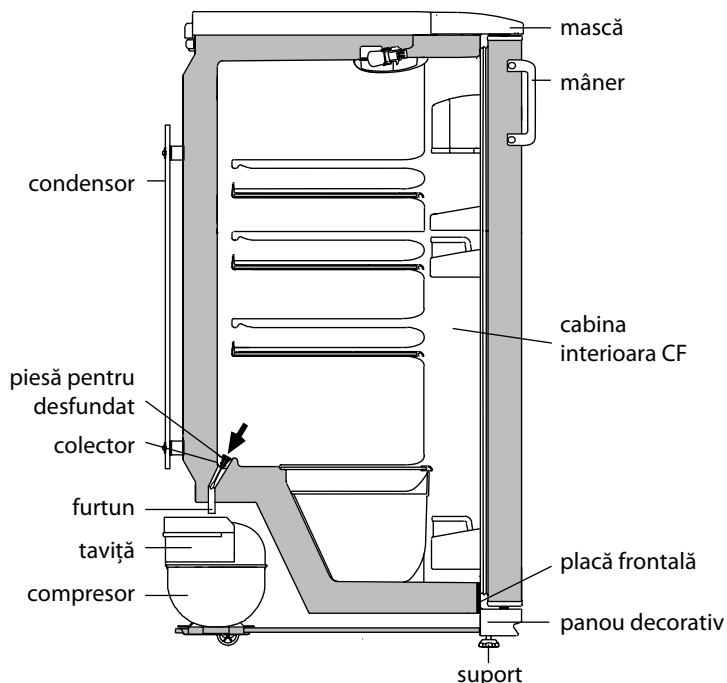

Figura 4 – Schema de scurgere a apei topite CF
2.2.1 În CF este utilizat un sistem automat de decongelare. Bruma, care apare pe peretele din spate a CF, după oprirea compresorului, lucrează ciclic, se topește și se transformă în picături de apă. Picăturile de apă topită se scurg în tavă, prin gaură în conducta de ramificație și intră în vasul compresorului în conformitate cu figura 4 și se evaporă.
2.2.2 Este necesar în mod regulat (cel puțin o dată în 3 luni) să fie verificată curățenia tavii și să se verifice absența apei în tavă. Prezența apei în tavă indică infundarea sistemului de drenaj. Pentru a elimina blocajul, curățați gaura din tavă cu o perie, astfel ca apa fără obstacole să scurgă în vas, spălați peria și instalați-o în conformitate cu figura 4.
SE INTERZICE utilitatea frigiderului cu un sistem de drenare infundat. Apa, care a aparut in partea de jos a CF sau ce a aparut in locul de contact cu placa frontala a cabinei interioare a CF, in conformitate cu figura 4 poate cauza corodarea cabinei exterioare a frigiderului, poate afecta izolatia termica, poate duce la formarea fisurilor cabinei interioare a frigiderului si defectarea frigiderului.